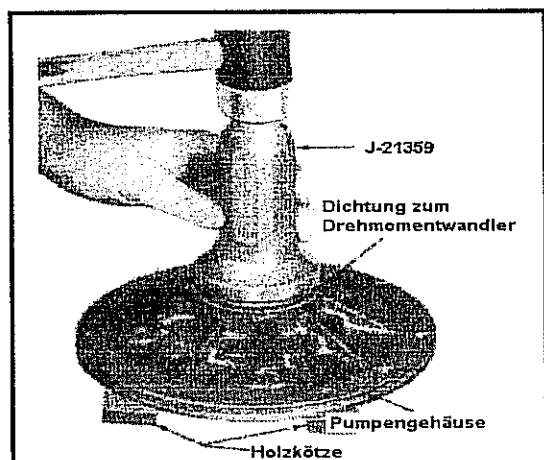

Abb. 10-71 Montage des Radialwellendichtrings zum Drehmomentwandler
- Einen neuen Radialwellendichtring mit Spezialwerkzeug J-21359 einsetzen. Siehe Abb. 10-71.
- Zahnräder der Pumpe im Gehäuse anbringen. Hierbei beachten, daß das treibende Zahnrad abstehende Laschen aufweist. Das Zahnrad mit den Laschen nach oben zeigend einbauen, um Schäden am Drehmomentwandler zu vermeiden. Siehe Abb. 10-71.